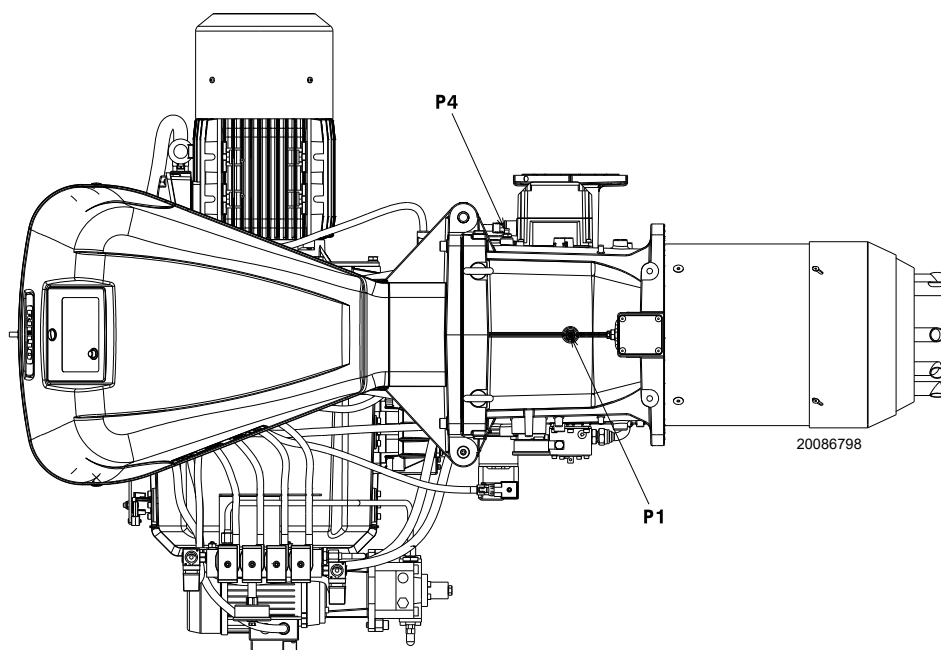

Рис. 32
Тиск, виміряний у контрольній точці P1) (Рис. 32), за наступних умов:
- відніміть тиск у камері згоряння від тиску газу, виміряного в контрольній точці P1). (Рис. 32).
Тиск газу в контрольній точці P1) (Рис. 32) = 29,4 мбар
Для розрахунку необхідного тиску газу в контрольній точці P1) (Рис. 32) встановіть макс. необхідну вихідну потужність пальника:
- Праворуч (стовпець 1) ви побачите тиск у контрольній точці P1) (Рис. 32).
Необхідний тиск у контрольній точці P1) (Рис. 32).